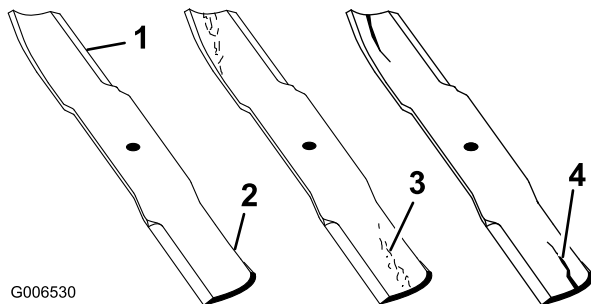

Bild 89
1. Untersuchen Sie die Schnittkanten (Bild 89). Entfernen und schärfen Sie die Messer, wenn die Schnittkanten nicht scharf sind oder Auskerbungen aufweisen. Siehe Schärfen der Messer“.
2. Prüfen Sie die Schnittmesser, insbesondere den gebogenen Bereich (Bild 89). Wenn Sie Schäden, Verschleiß oder Rillenbildung in diesem Bereich feststellen (Bild 89), sollten Sie sofort ein neues Schnittmesser einbauen.